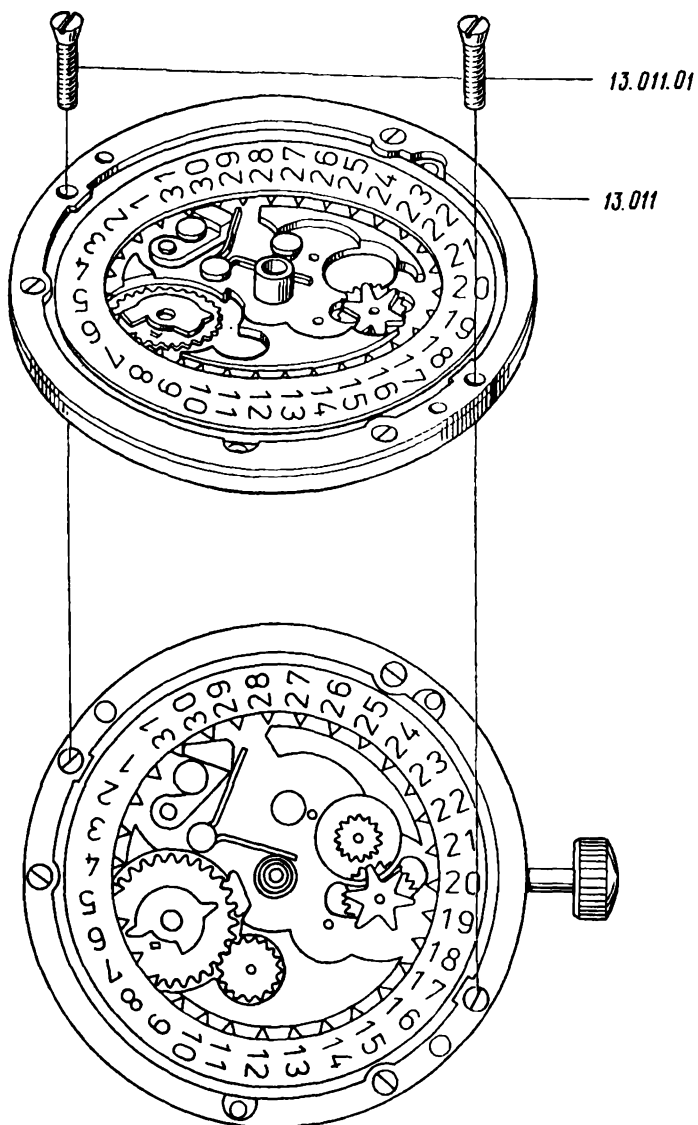

Рис. 160
19. Отвернуть и снять винты блока календаря (рис. 160)